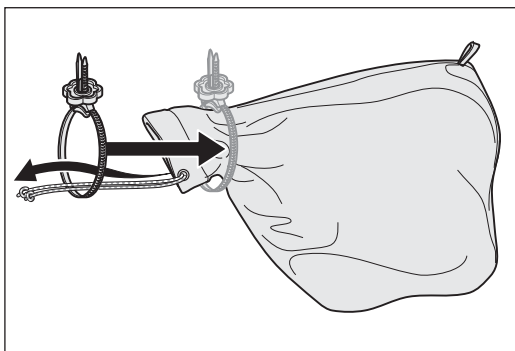

Abb. 4 Den MultiClip über die Öffnung des Staubsaugsacks schieben.
- 2 Schieben Sie den MultiClip über die Öffnung des Staubsaugsacks (Abb. 4).